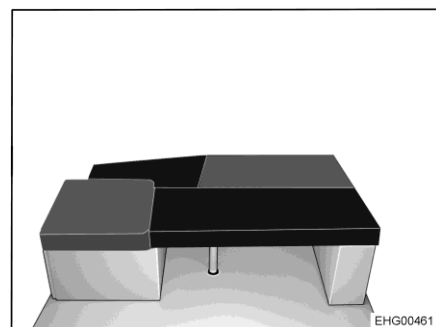

Fig. 177 Después de la transformación
- Colocar el cojín adicional rectangular en la mesa (véase Fig. 177).
- Colocar el cojín adicional triangular sobre el ensanchamiento de cama largo, entre el asiento lateral y el banco individual (véase Fig. 177).